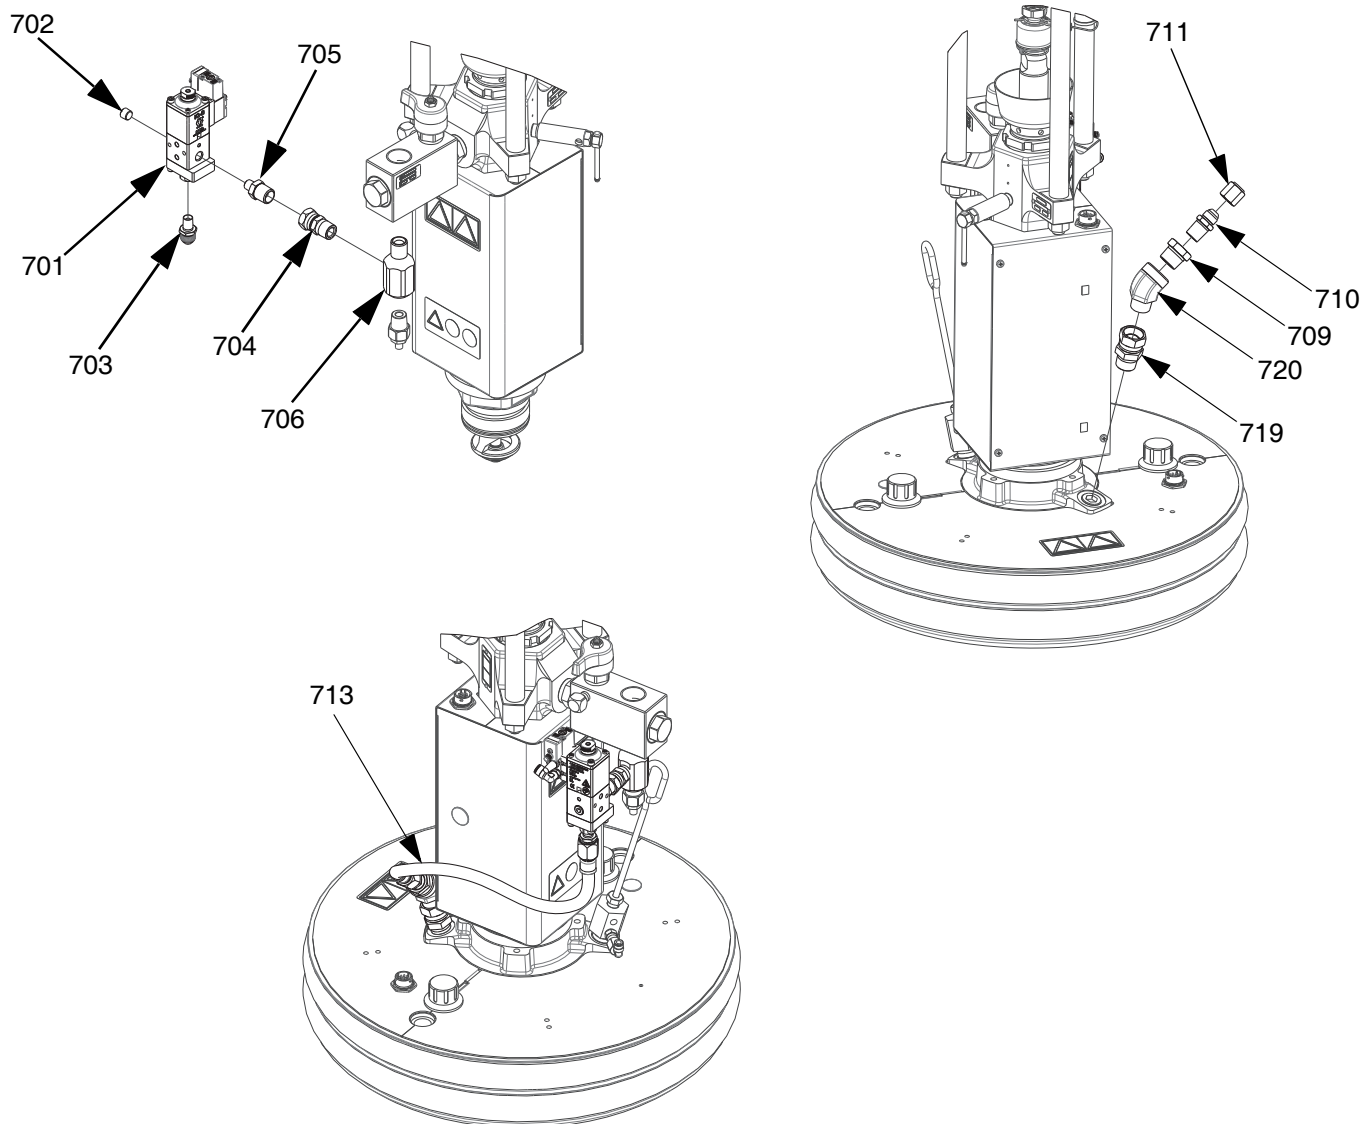

图 55: 压盘阀套件，聚氨酯，26B637
2. 从电动驱动器 (AB) 的端口 5 上断开压力传感器。
3. 从流体单向阀 (AE) 卸下压力传感器接头 (TF) 及其连接的接头。
4. 使用胶带将 1/2 NPT 三通接头 (706) 安装到流体单向阀 (AE) 中，然后将压力传感器接头 (TF) 重新安装在 1/2 NPT 三通接头 (706) 的底部。
5. 使用胶带将 1/2 NPT 旋转接头 (705) 安装到 1/2 NPT T 型接头 (706) 中。参见图 55。
6. 使用 1/4 NPT x 1/2 NPT 转接头 (704) 将压盘阀 (701) 安装到 1/2 NPT 旋转接头 (706) 上，然后拧紧。
7. 将循环软管 (713) 安装到压盘阀 (701) 上并拧紧。
8. 将压力传感器重新连接到电动驱动器 (AB) 的端口 5 上。